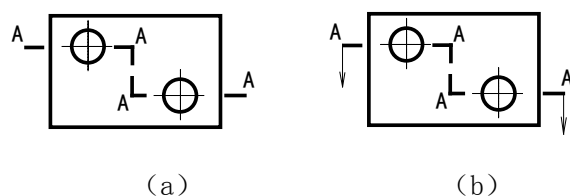

图 4.3-32
④ 在剖切的终点位置按【Ctrl】+鼠标左键，则系统自动在终点位置画上短线标记。在各转弯处自动写上剖切符号，标注完成。如图 4.3-32(a)所示。若在第①步不按【Enter】键或不单击鼠标左键，而按【Ctrl】+鼠标左键，则得图 4.3-32 (b)所示结果，在剖切标注的起点和终点带有表示投影方向的箭头。